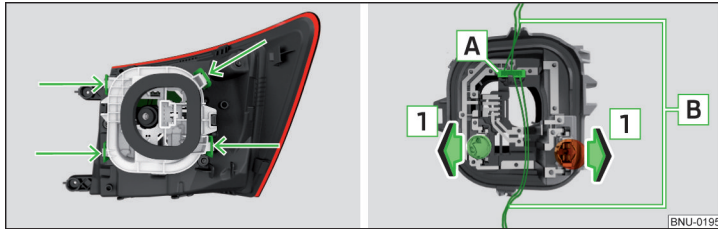

Abb. 354 Äußerer Teil der Leuchte / Halter mit Glühlampen
» Abb. 354 und aus der Leuchte herausnehmen.
- Vor dem Einsetzen des Lampenhalters in die Leuchte prüfen, ob der Stecker **A** » Abb. 354 zwischen der Leuchte und dem Lampenhalter korrekt aufgesteckt ist.